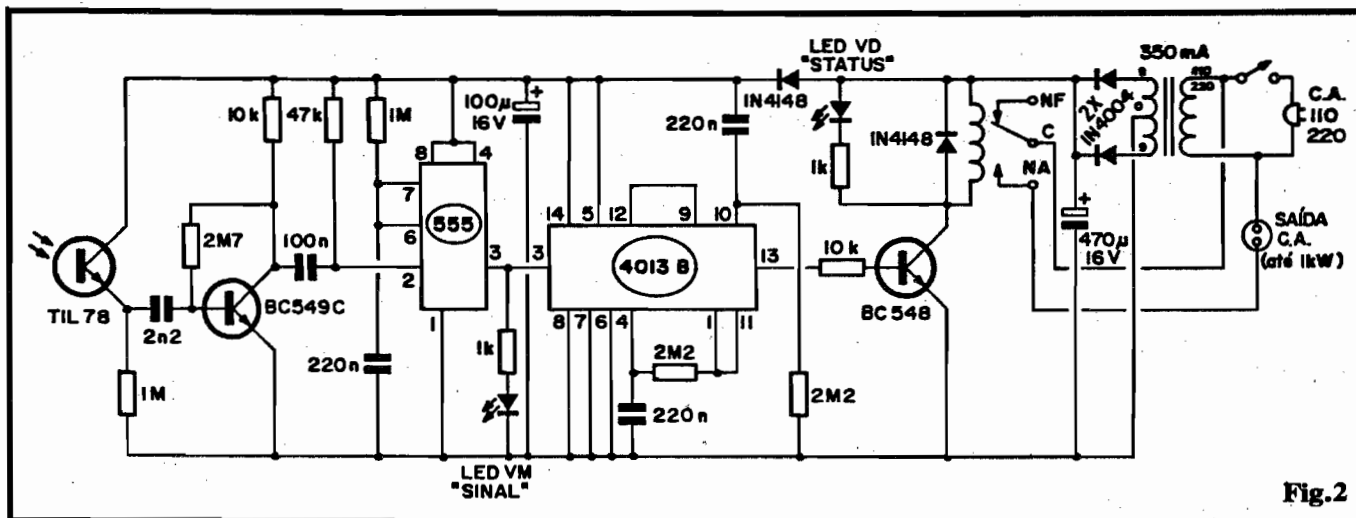

Fig.2
- FIG. 2 - O CIRCUITO (RECEPTOR/SAÍDA DE POTÊNCIA) - Ainda que utilizando técnicas híbridas de circuitagem, embutindo Integrados, transístores e relê, o arranjo não pode ser considerado complexo, mantendo a quantidade geral de componentes relativamente baixa, custo final compatível e sensível "descomplicação" na própria montagem (o que mais interessa ao Hobbysta...). Analisando o circuito, no "sentido convencional" de trânsito dos sinais e controles (da esquerda para a direita...), temos, inicialmente, um foto-transístor (tipo TIL78), polarizado pelo resistor de 1M. O dito foto-sensor deteta os pulsos infra-vermelhos emitidos pelo transmissor do CRIVELD e os "traduz" em (ainda tênues) sinais elétricos, rápidas modificações de Tensão, no seu emissor... Esses sinais são levados pelo capacitor de 2n2 (o baixo valor restringe a sensibilidade do estágio a Frequências outras, que não a de comando...) ao terminal de base de um transístor de alto ganho